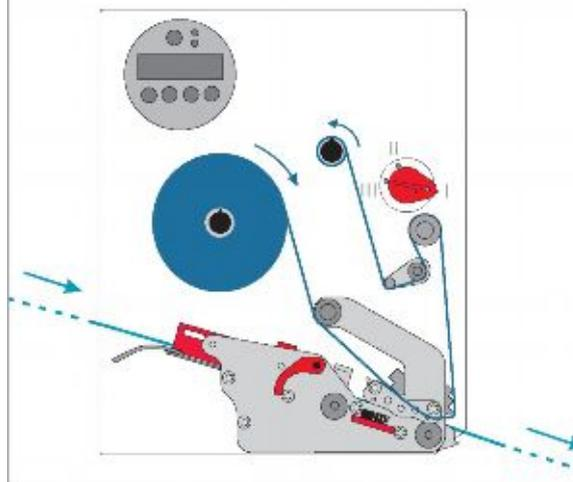
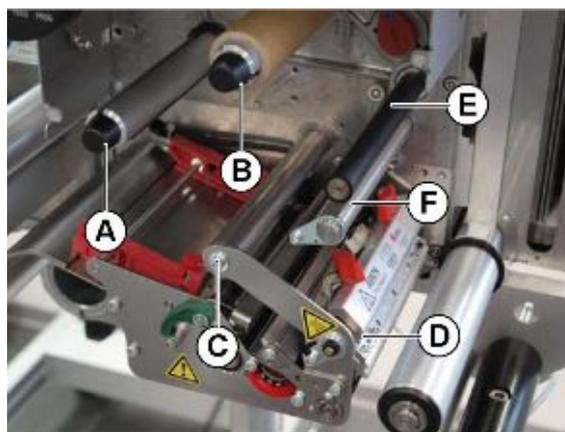

Рис. 22. Траектория протяжки риббона.
Рис. 23. Принтер с открытой крышкой.
3. Наденьте новый рулон на сердечник размотки риббона (Рис. 23А). Наденьте пустую катушку на сердечник намотки риббона (Рис. 23В).
4. Протяните конец ленты под направляющим валиком (Рис. 23С) и заправьте риббон в печатающую головку с боковой стороны (Рис. 23D).
6. Протяните риббон вверх, как показано на Рис. 22, а затем через валики Е и F (Рис. 23).